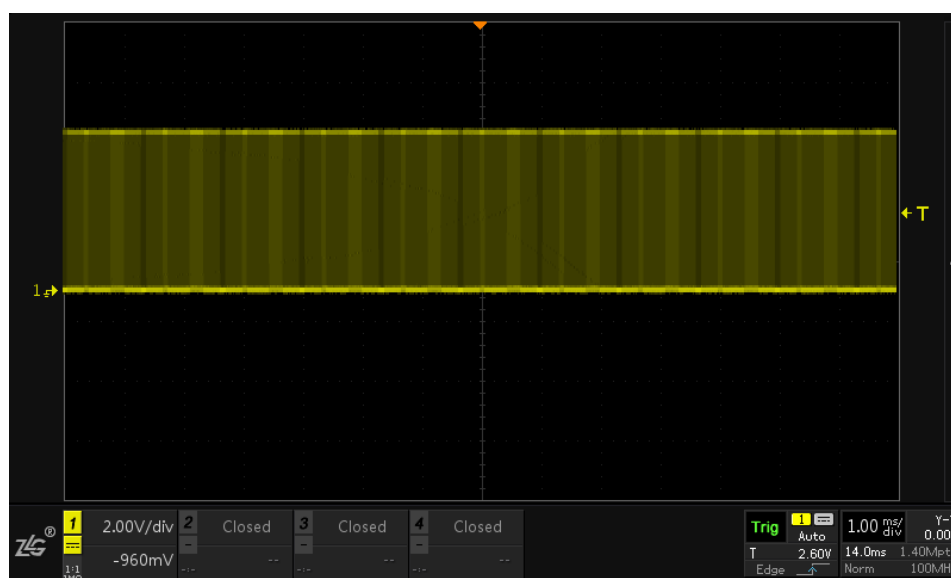

图 10.16 波形不稳定显示
- 将频率为 100KHz，调制频率为 100Hz 的信号输入示波器中，点击【Auto Setup】一键捕获，可以看到如图 10.16 所示的波形，由于信号中存在多个上升沿，波形在上升沿的触发下将会识别多个上升沿的位置导致触发位置不统一，波形显示不稳定。